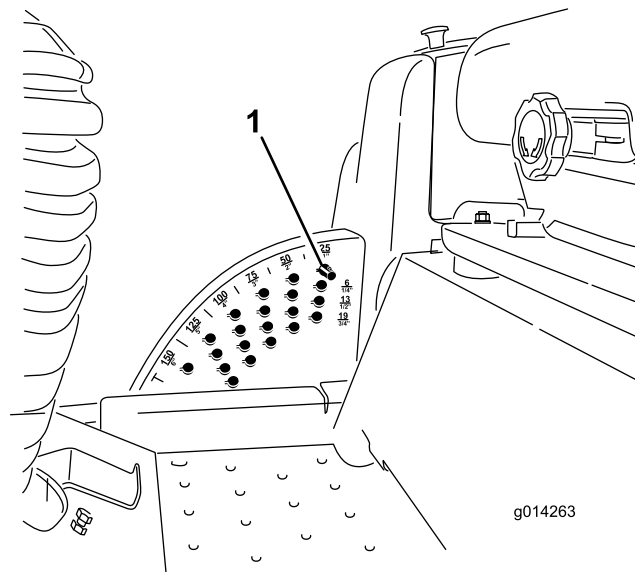

図 2
3. 再組み立て時のために、刈高ブラケットのどの穴に刈高ピンが入っているかを確認しておくこと 図 2。